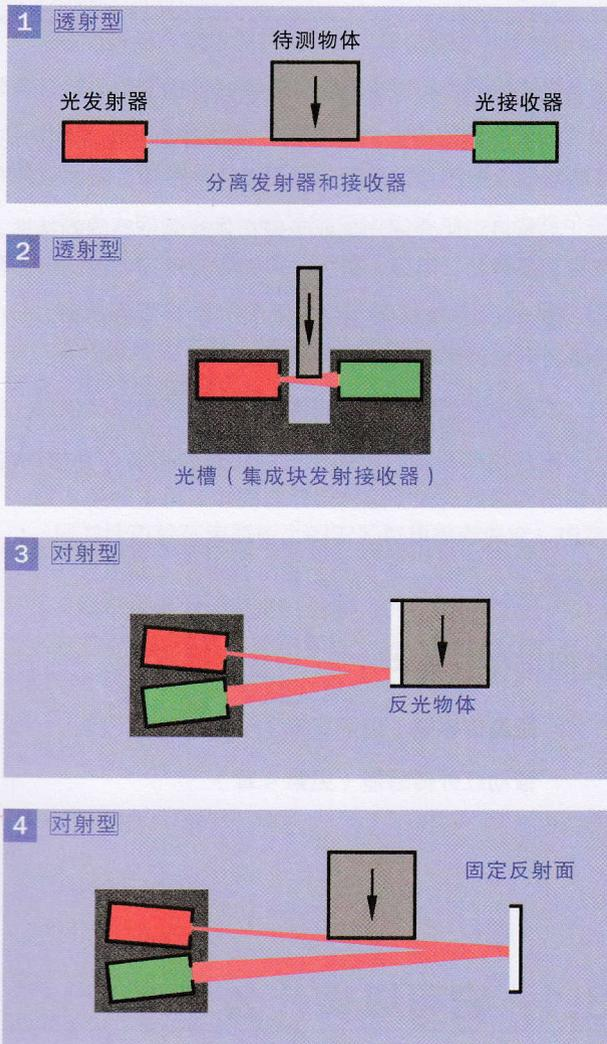

图3-3 光学物体检测传感器的不同使用方法。
透射型光传感器也称为**穿透式传感器**，由一对发射器和接收器组成。当物体进入待测区域时，传感器会检测到光路的通断变化，如图3-3所示。
如图3-3中第2幅图所示，如果将光发射器和光接收器面对面安装在一个凹槽的两端，就形成了**单体模块**（表面带有一个凹槽）。这种器件一般称为**光开关**（不要与通信行业的固体开关混淆），有时也称为**光斩波器**。
度增加光照强度，如图 3-3 中的第 3 幅图所示。
- 光发射器对面装有固定反射板，当待测物体将光路遮断时，接收器将检测不到光线，如图 3-3 中的第 4 幅图所示。